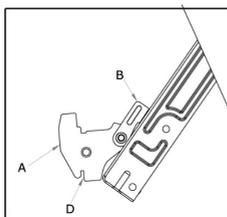

Fig. 1
- Ouvrez complètement la porte et soulevez les 2 leviers B (voir figure 1).